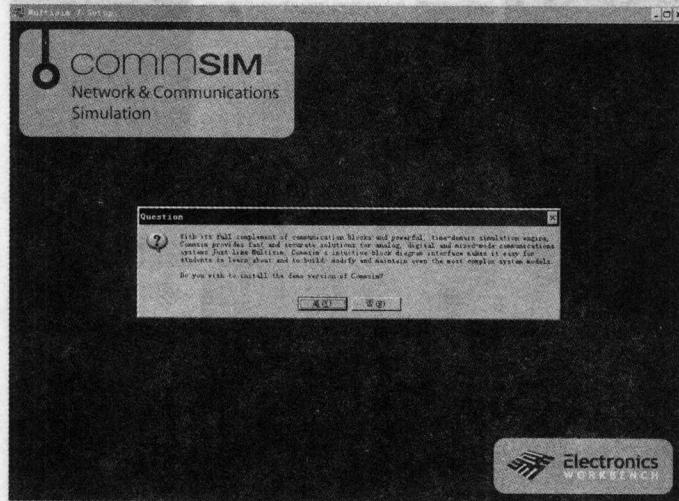

图 1.1.4 COMMSIM 安装提示
(11) 弹出安装完成对话框单击确定按钮完成安装。
(12) 在 Multisim 7 安装完成后, 系统将询问是否安装加拿大 IIT 公司的另一个仿真软件 Commsim(演示版)。如图 1.1.4 所示 Commsim 是与 SystemView、Matlab 相似的一种系统仿真软件。如果需要安装 Commsim, 单击“Yes”按钮, 否则单击“No”按钮, 我们这里单击“No”按钮。